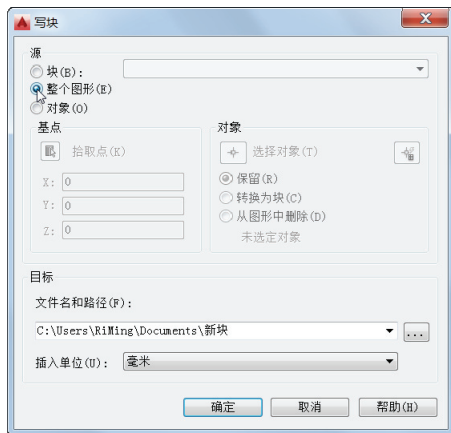

图 9-8 选择“整个图形”单选按钮
- 3** 在“写块”对话框的“源”选项组中选择“整个图形”单选按钮，如图 9-8 所示。